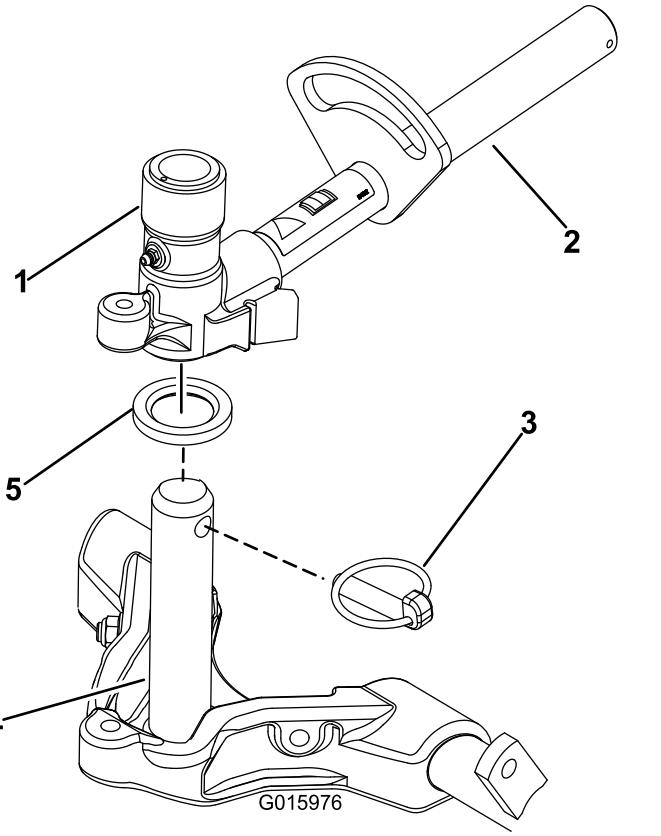

Figure 16
8. Enduire l'arbre du bâti porter de graisse propre (Figure 16).
9. Pour les plateaux de coupe avant, poussez un plateau de coupe sous le bras de relevage tout en insérant l'arbre du bâti porteur dans la chape de pivot du bras de relevage (Figure 16). Positionnez correctement la rondelle de butée sur l'arbre du bâti porteur.
10. Fixez l'arbre du bâti porteur à la chape du bras de relevage avec la goupille Klik (Figure 16).
- B. Insérez la chape du bras de relevage sur l'arbre du bâti porteur (Figure 16).